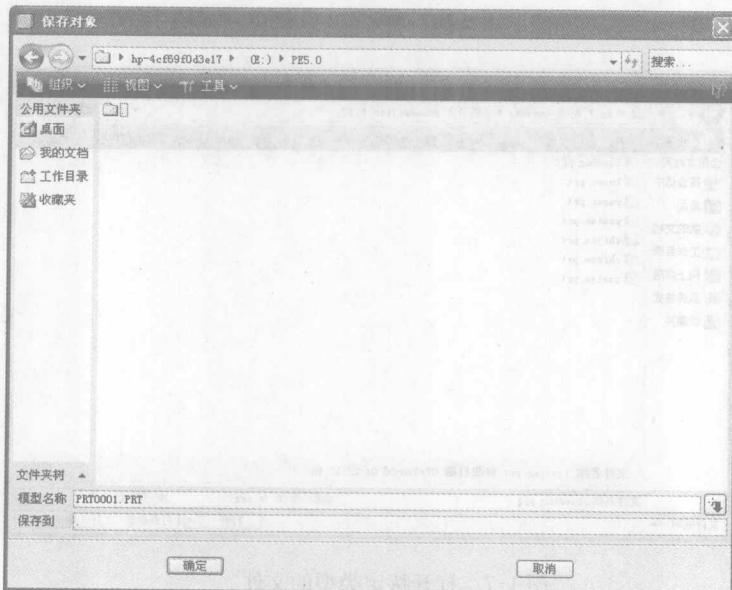

图 1-9 “保存对象”对话框
(1) 单击“保存”命令按钮或单击“文件”→“保存”，打开如图 1-9 所示的“保存对象”对话框。